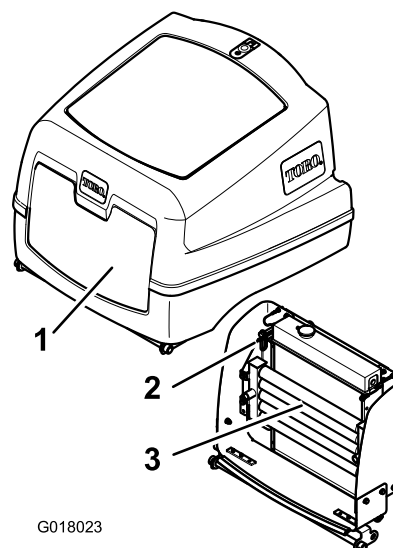

Figure 56
4. Déverrouillez et soulevez le capot moteur (Figure 56).